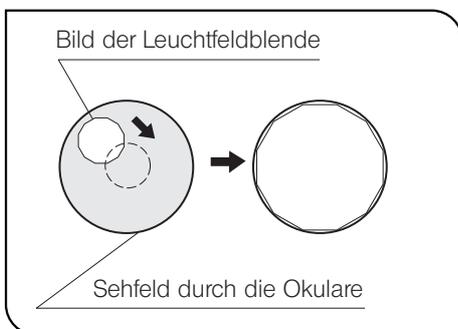

Abb. 19
4. Um die Zentrierung zu überprüfen die Blende öffnen, bis das Blendenbild die Ränder des Sehfelds berührt. Wenn das Blendenbild die Ränder des Sehfelds nicht genau berührt, nochmals zentrieren. (Abb. 19)